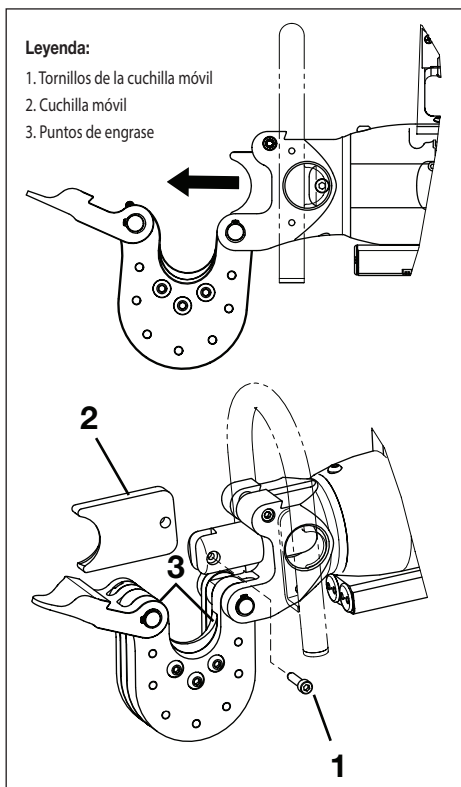

Figura 13, Sustitución de cuchilla móvil
Sustituya la cuchilla móvil tal y como se describe en los siguientes pasos. Consulte la Figura 13, piezas 1, 2 y 3.
5. Afloje y saque los tornillos de la cuchilla móvil (Figura 13, pieza 1).
6. Retire la cuchilla móvil desgastada (Figura 13, pieza 2).
7. Monte la nueva cuchilla móvil (Figura 13, pieza 2) en el pistón.
8. Inserte el tornillo de la cuchilla móvil nueva (Figura 13, pieza 1). Apriete a un torque de 18 ft-lb [25 Nm]. Aplique Loctite 243 o un producto equivalente.
9. Lubrique la ranura deslizante y la guía de la herramienta en el cabezal de corte (Figura 13, pieza 3) con una grasa de litio para presiones extremas NLGI Clase 2.